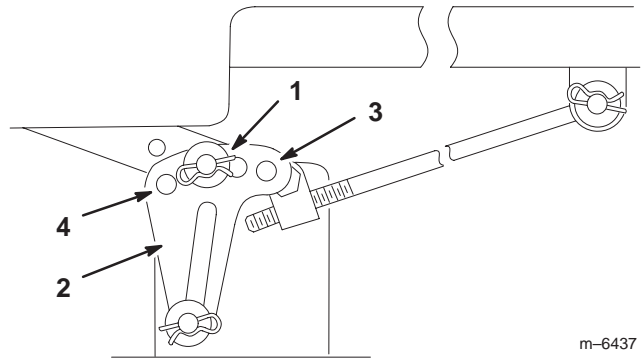

Bild 41
6. Entfernen Sie den Splint und die Scheibe von der Nivellierhalterung (Bild 41).
7. Bringen Sie zum Nivellieren der(s) Schnittmesser(s) die Nivellierhalterung(en) in einem anderen Loch an und befestigen die Scheibe und den Splint wieder. (Bild 41 und 42). Durch ein vorderes Loch wird die Schnittmesserhöhe gesenkt und durch ein hinteres Loch angehoben. Stellen Sie beide Seiten bei Bedarf ein.